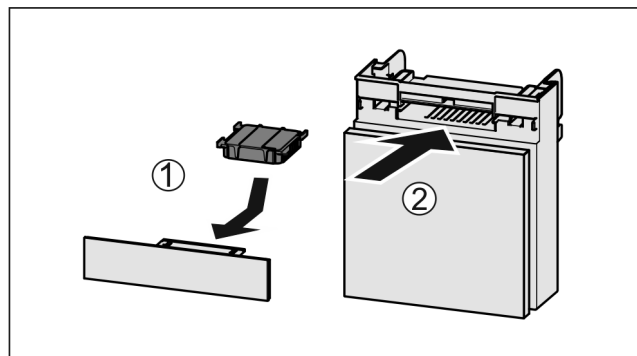

Fig. 137
- Aktivkohlefilter nach Abbildung einsetzen Fig. 137 (1).
- Fach einschieben Fig. 137 (2).